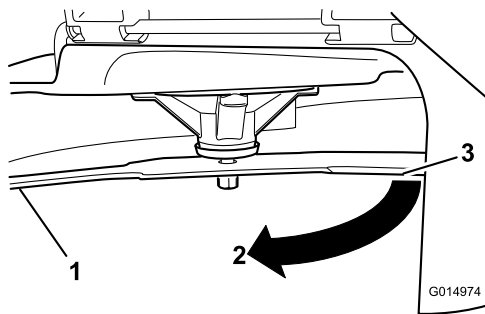

Bild 62
3. Zweiter zwischen Messer und Oberfläche (B) gemessener Abstand
4. Drehen Sie dasselbe Messer um 180 Grad, sodass die andere Schnittkante jetzt in derselben Stellung ist (Bild 62).